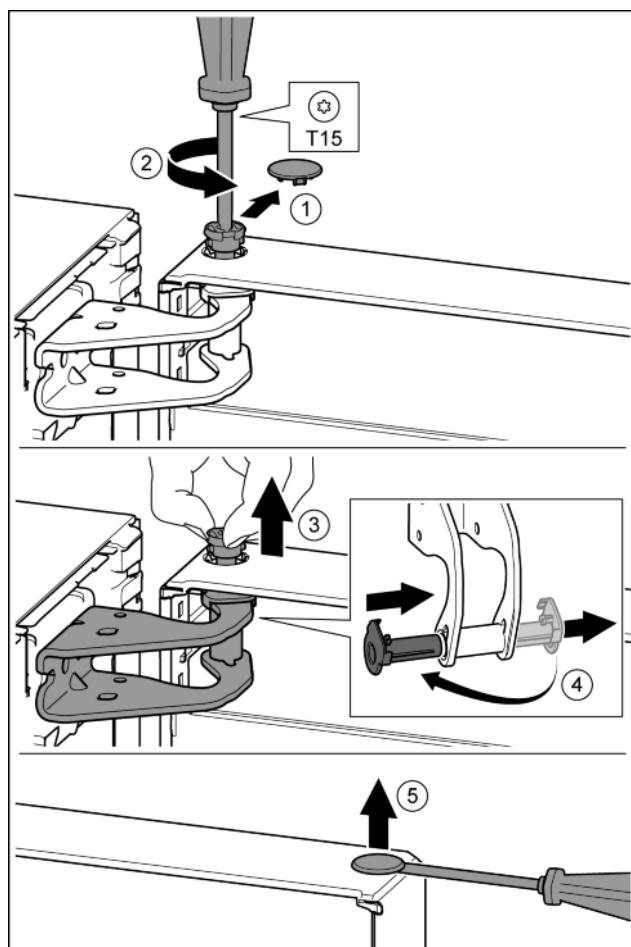

Fig. 7
- Осторожно снять предохранительную крышку. Fig. 7 (1)
- Немного выкрутить палец отверткой T15. Fig. 7 (2)
- Удерживать дверь и вытянуть палец рукой. Fig. 7 (3)
- Опорную втулку вывести из направляющей. Установить и зафиксировать с другой стороны. Fig. 7 (4)
- Осторожно приподнять шлицевой отверткой заглушку из опорной втулки двери и вынуть. Fig. 7 (5)